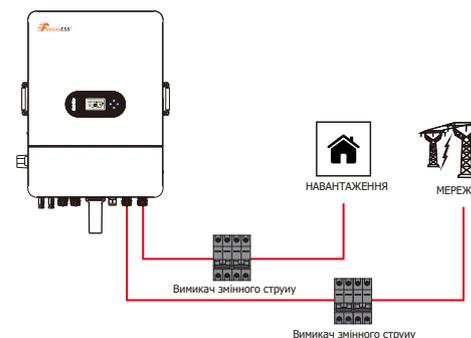

Рисунок 4.3-2 Підключення вимикача змінного струму
1. На лінії змінного струму окремий вимикач повинен бути підключений між інвертором і мережею, але перед навантаженням (див. Рисунок 4.3-2).